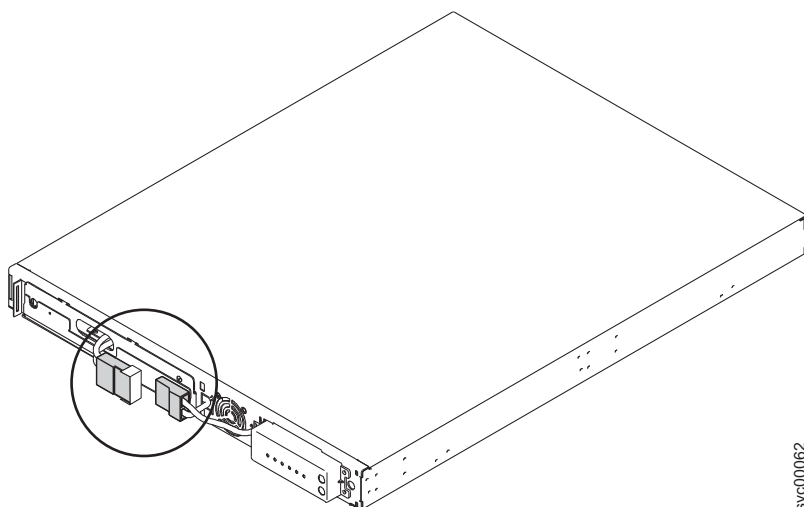

図 222. 保護テープ付きの 2145 UPS-1U 内部バッテリー・コネクタ
7. 2 つのコネクタを引き離して、露出したバッテリー・コネクタ (284 ページの図 222 に示す) を粘着テープでカバーします。